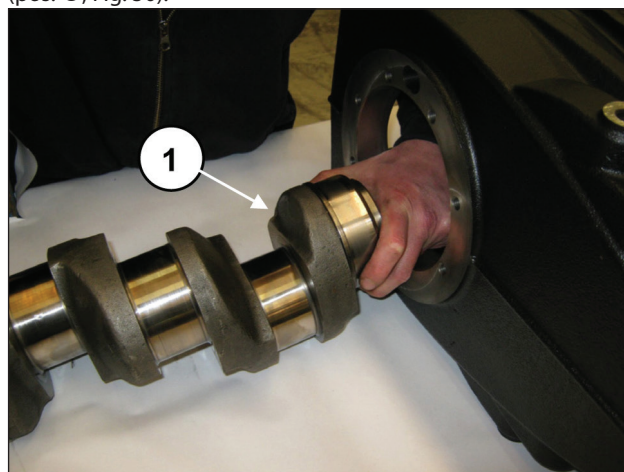
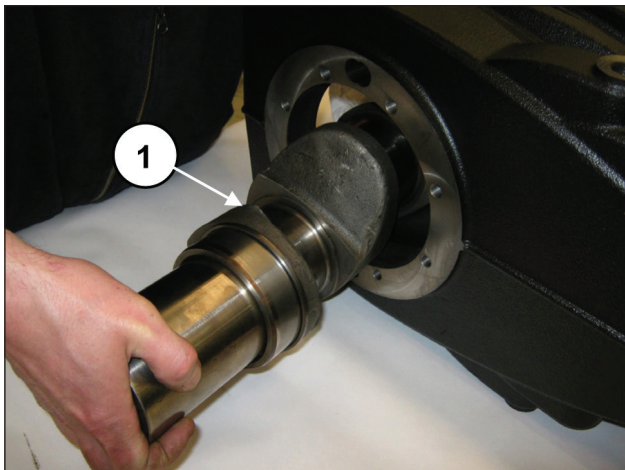

Fig. 49
Fig. 50
Introducir el eje desde el lado del PTO sin golpear los cilindros de las bielas montados anteriormente (pos. ①, Fig. 49) y (pos. ①, Fig. 50).